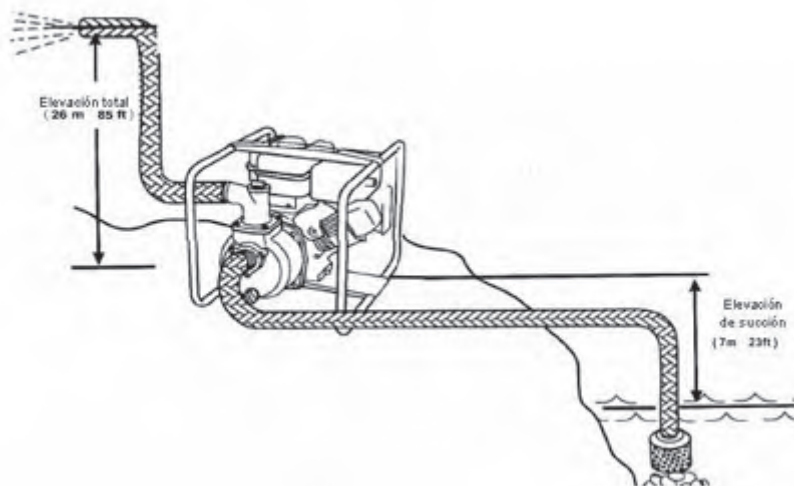

Figura 1 Instalación típica
1. Debe colocar la unidad más cerca de la fuente de agua como sea posible para minimizar la altura de aspiración, obtener un mejor rendimiento de bombeo y ayudar en su cebado. Una instalación portátil y típica se muestra en la figura 1.
3. Debe conectar la tubería rígida o la manguera flexible de succión a la succión de la bomba, como se muestra en la figura 1. En el caso de estar elegido, la manguera debe ajustarse para mantener la presión de succión y prevenir su colapso cuando la bomba está funcionando.
5. La profundidad mínima de la entrada de succión está determinada en base al diámetro de la línea de succión. Ver la figura 1.